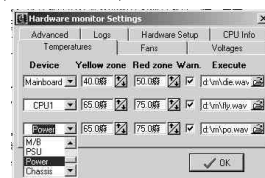

图6
3. Temperature(温度设置)板块:这个板块是对温度监控进行设置(图6),最大允许同时监控3个不同位置的温度。点击Device中的下拉菜单可以选择监控的位置,当然这个要根据你的主板上的硬件情况决定——如果你主板只提供一个温度监控,那么选择其余的温度控制就没有任何作用。